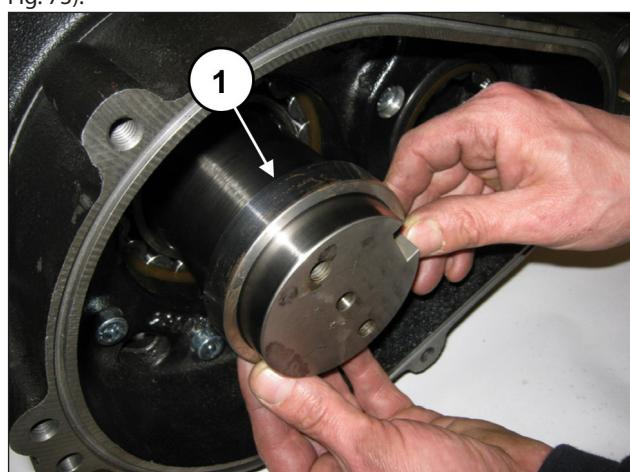
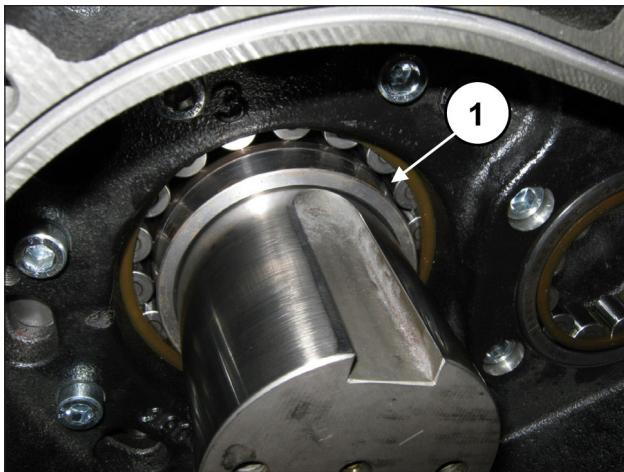

Fig. 72
Fig. 73
Insérer la bague d'appui de la couronne dans la queue du vilebrequin (rep. ①, Fig. 72) et la pousser à fond (rep. ①, Fig. 73).